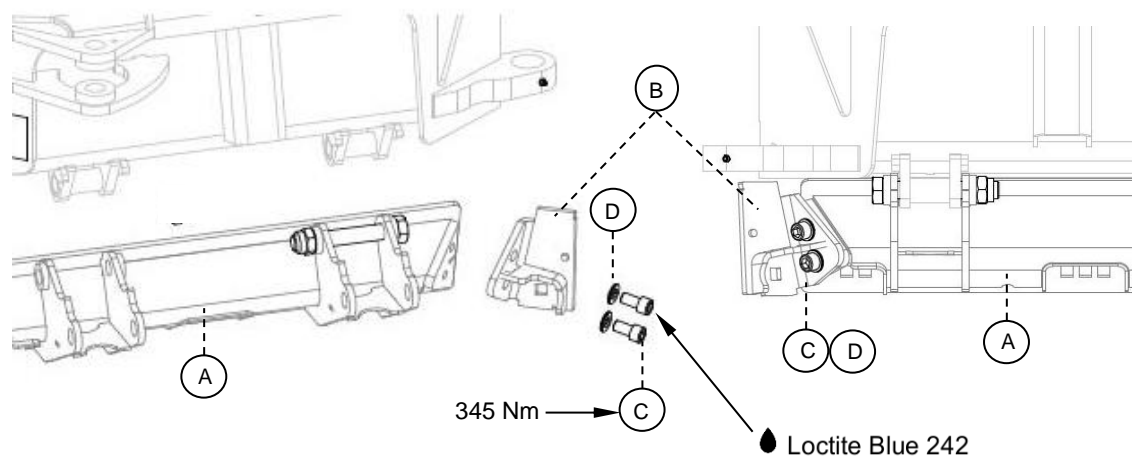

Abb. 35
Überprüfen Sie Position und Verschleiß. Bei einer heftigen Kollision fungieren die Schrauben (C) als Scherschrauben. Ersetzen Sie diese (siehe Abb. 35) durch Schrauben (C) des richtigen Typs (Art.-Nr. **SOP780053**) und montieren Sie diese immer mit neuen Nordlock-Sicherungsscheiben (D) (Art.-Nr. **NL16SP**) unter Einhaltung des richtigen Anzugsmoments. Außerdem wird die Verwendung von **Loctite Blue 242** oder gleichwertig empfohlen.